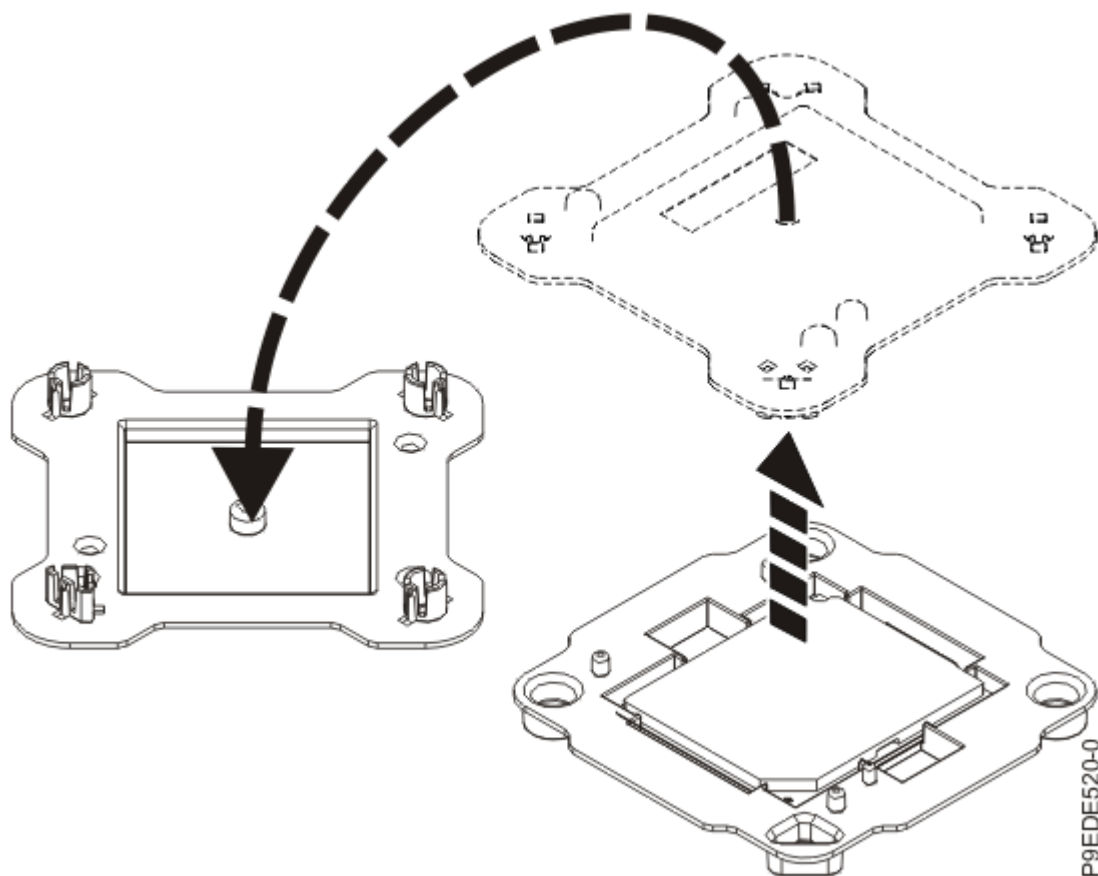

Figura 6. Apertura del empaquetado del módulo del procesador del sistema
2. Abra el empaquetado del nuevo módulo del procesador del sistema y coloque la cubierta boca abajo, al lado de la bandeja, como se muestra en la Figura 6 en la página 9. La cubierta se utiliza para el módulo del procesador del sistema que está sustituyendo.